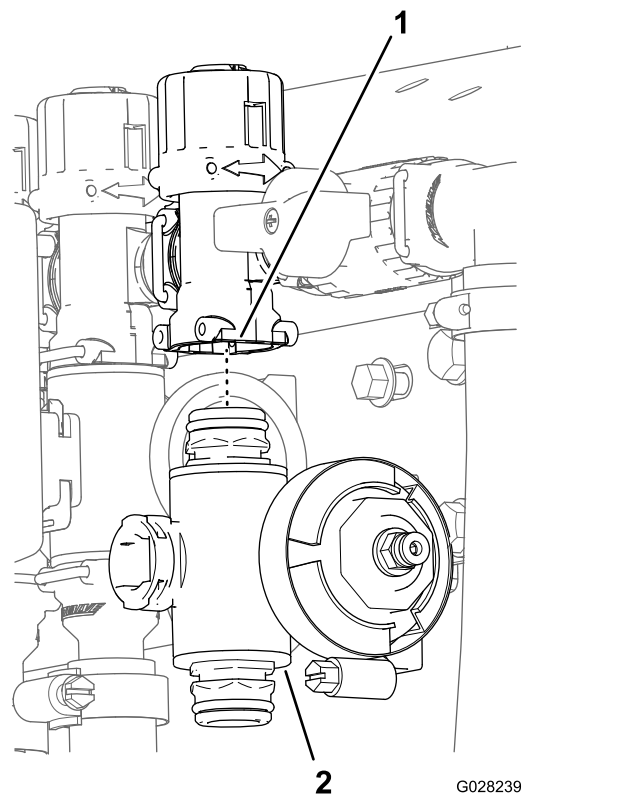

Bild 121
3. Entfernen Sie für die linken oder rechten Auslegerabschnittsventile die Bundkopfschrauben und Sicherungsbundmutter, mit denen die Abschnittsventile an der Ventilhalterung befestigt sind. Entfernen Sie die Ventilverteiler für das mittlere Abschnittsventil von der Maschine; entfernen Sie den Abschnittsventilverteiler von der Maschine (Bild 121).